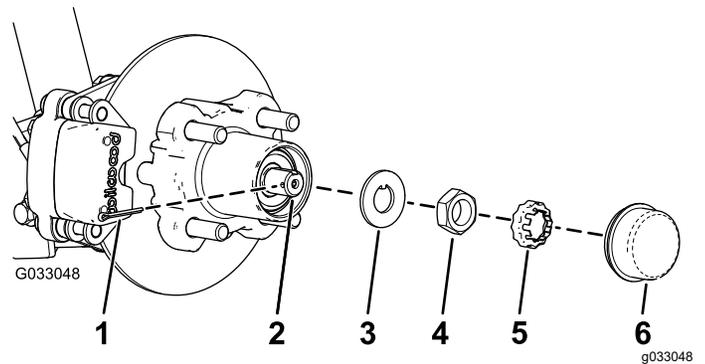
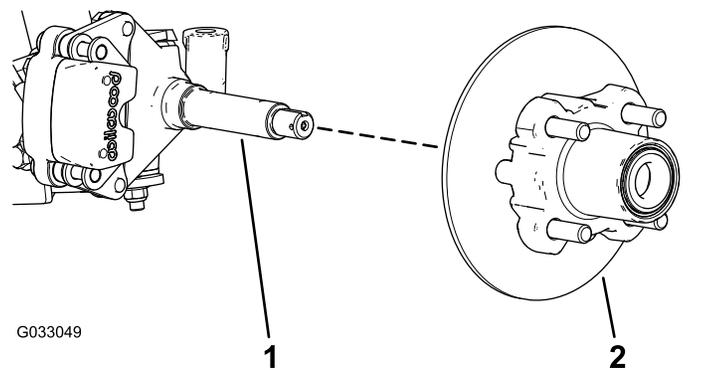

Figura 31
Figura 32
4. Retire el tapón guardapolvo del cubo (Figura 31).
5. Retire la chaveta y el retén del eje/tuerca del eje (Figura 31).
6. Retire la tuerca del eje y separe el conjunto de cubo y rotor del eje (Figura 31 y Figura 32).